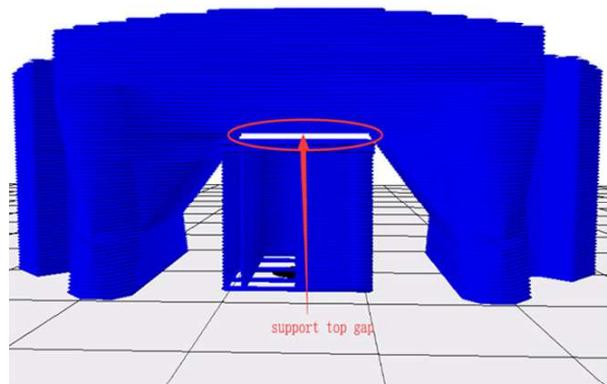

图 24
4. 支撑的顶部距模型间隙（单位mm）：即支撑顶部与模型表面的间距如图 24，数值越大，间距越大，支撑越容易剥离，但数值过大造成支撑效果差，模型添加支撑部位出现悬垂；数值越小，间距越小，支撑从模型表面剥离时，模型表面会有残留料，影响模型表面的光滑度，当为0时支撑表面与模型紧紧连接，如果支撑表面的打印材料与模型是同一种材料会无法剥离；此值默认0.18mm，是理想情况下较合适的值。用户可以在默认数值上打印测试，根据实际打印情况，上调或下调该参数，使模型获得较好的支撑效果且易从模型上剥离和获得较好的模型表面，上调或下调建议按0.03mm梯度增加或减少。